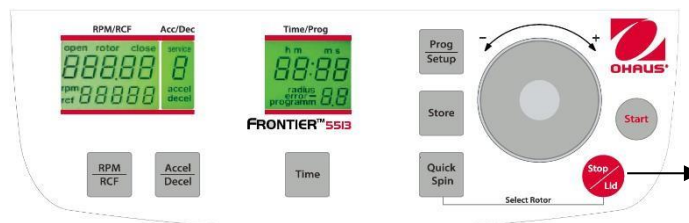

Figura. 25
Con el botón **"Stop/Lid"** (9) (vea la Figura 25) puede interrumpir la operación en cualquier momento. Después de presionar el botón, la centrifuga se desacelera con la intensidad preseleccionada en descenso hasta parar completamente. Después de que el rotor se haya detenido completamente, pulse la tecla "Stop/Lid" para abrir la tapa.